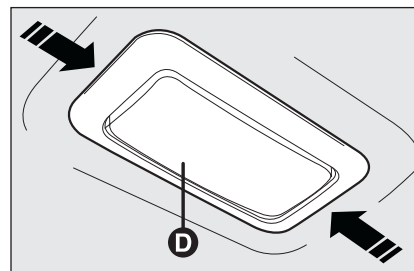
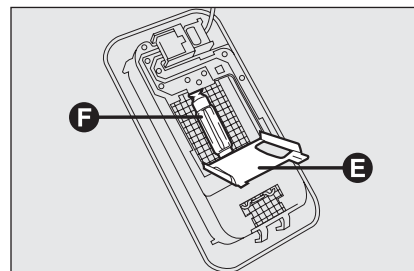

fig. 31
fig. 32
- agire nei punti indicati dalle frecce e rimuovere la plafoniera **D-fig. 31**;
- aprire lo sportellino di protezione **E-fig. 32**;
- sostituire la lampada **F-fig. 32** svincolandola dai contatti laterali accertandosi che la nuova lampada risulti correttamente bloccata tra i contatti stessi;
- chiudere lo sportellino di protezione **E-fig. 32** e reinserire la plafoniera **D-fig. 31** nel proprio alloggiamento accertandosi dell'avvenuto bloccaggio.